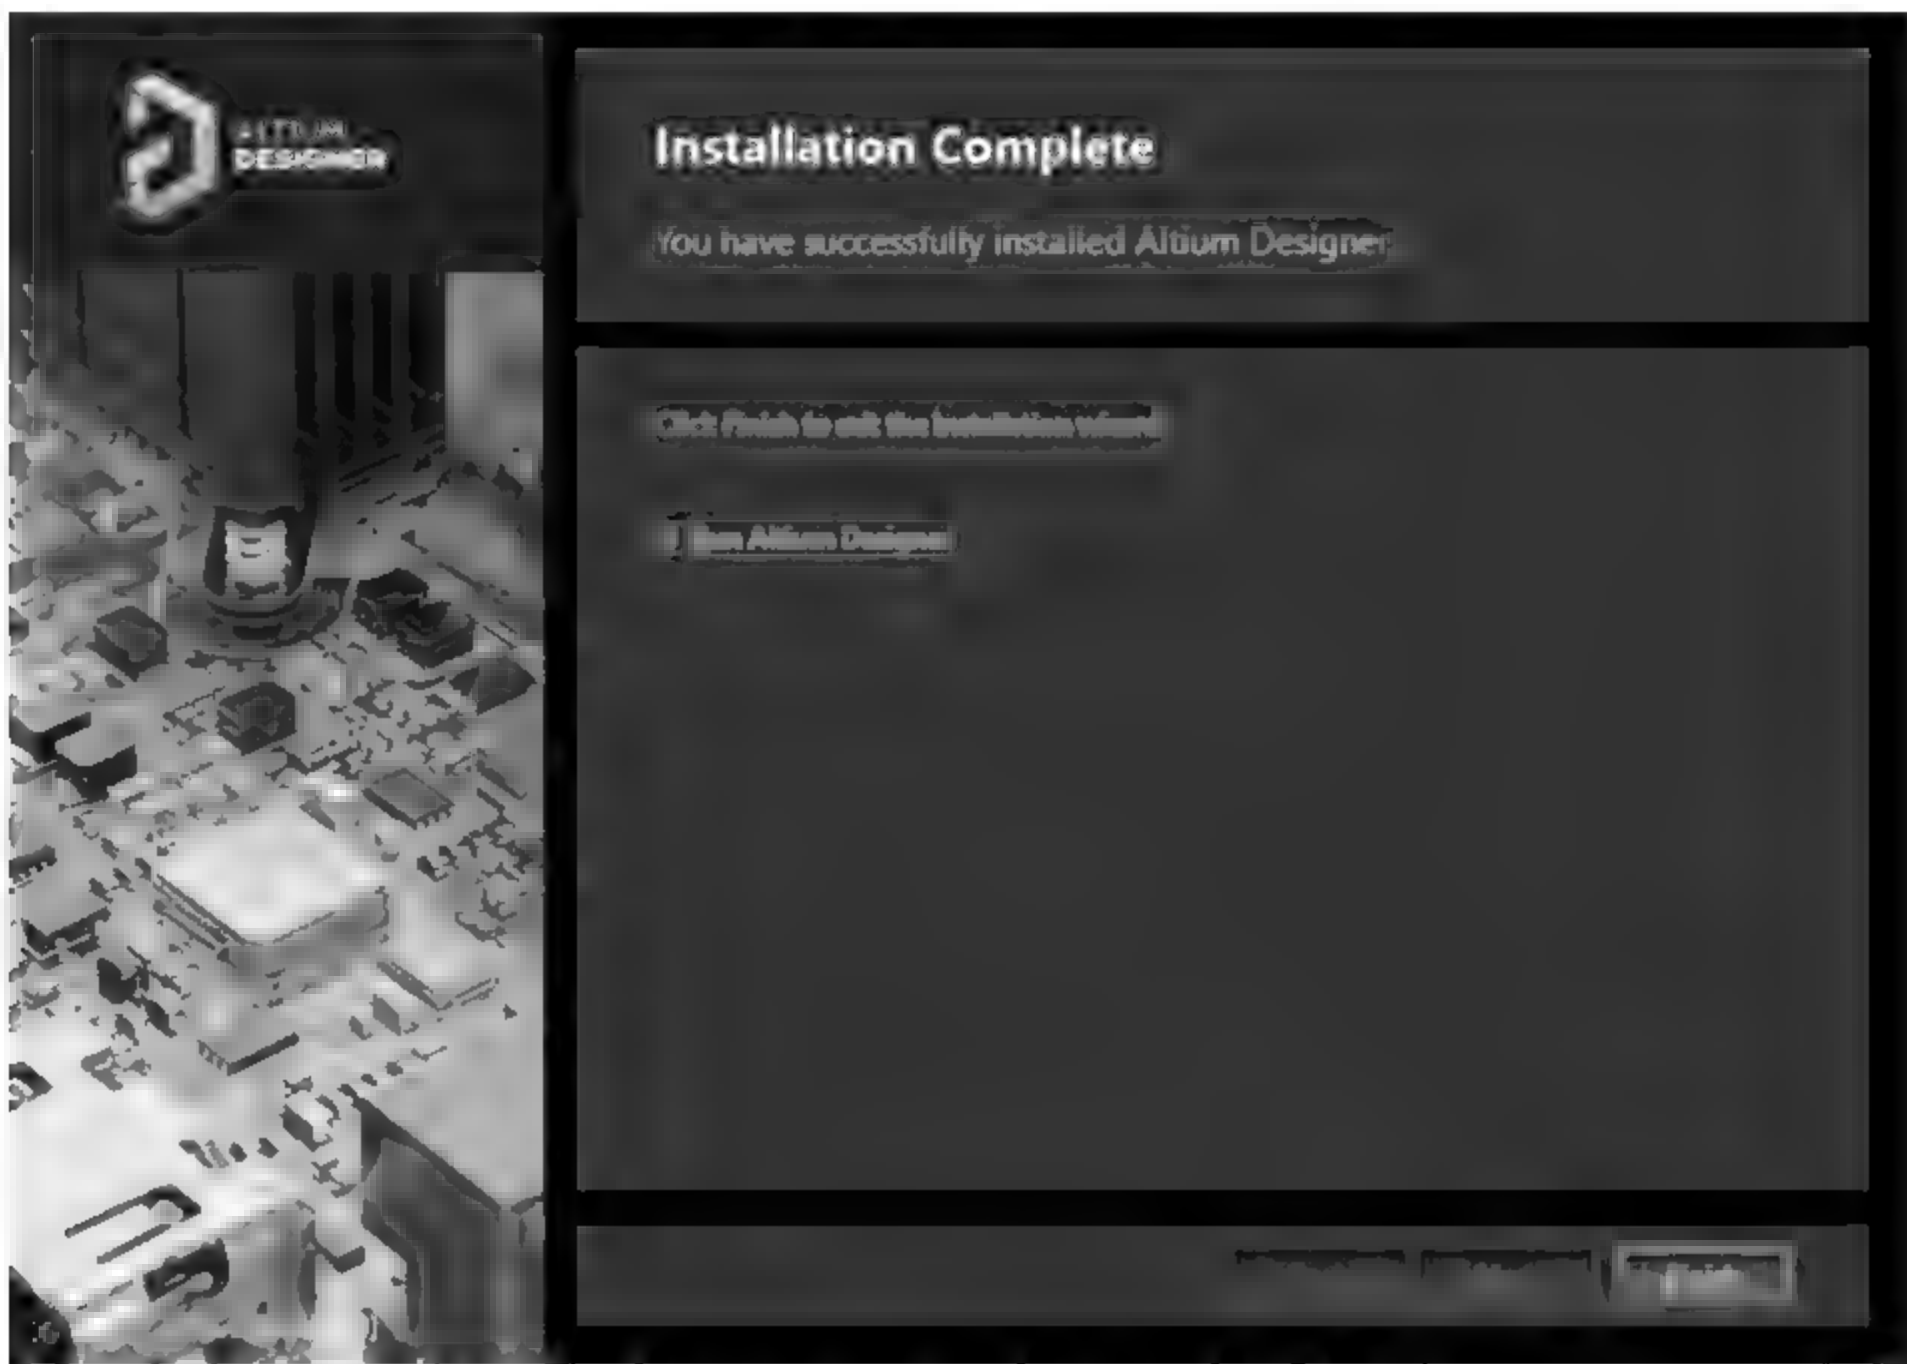

图 1-11 Installation Complete(安装完成)对话框
(6) 安装结束后,会出现 Installation Complete(安装完成)对话框,如图 1-11 所示。此时,先不要运行软件,取消勾选 Run Altium Designer 复选框,单击 Finish 按钮完成安装。接下来,准备激活服务器。